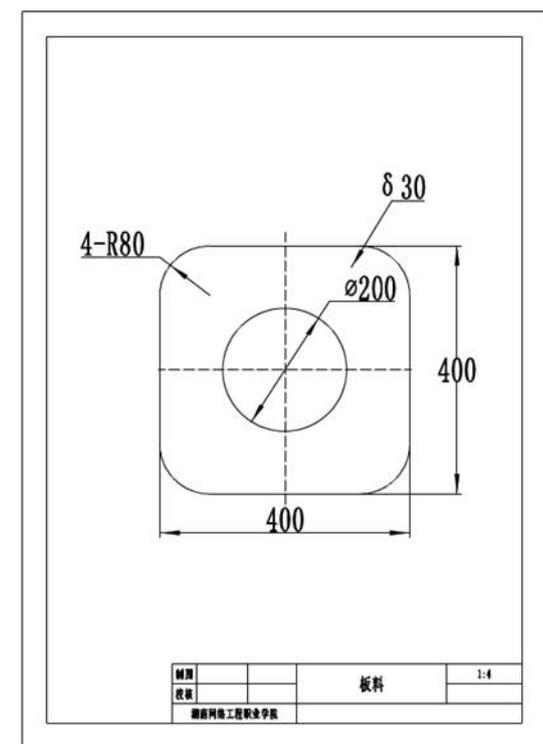
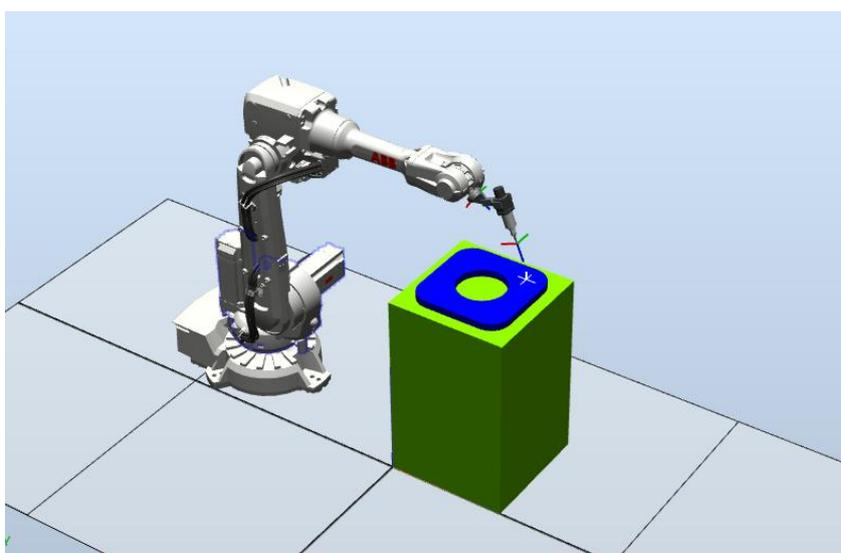

图3-1 板料零件图
图3-2 板料零件坯料切割工作站示意图
某企业采用串联型六轴机器人实现板料零件坯料切割，切割形状为零件上表面外轮廓及中心圆，其零件如图 3-1，请根据所提供的零件图，在仿真软件中搭建工作站并模拟工业机器人运行过程，工作站如图 3-2。
1) 依据图 3-1 板料零件图，在 Solidworks 软件中创建板料零件，将零件命名为“板料零件”保存至 D 盘，保存格式为 SAT。